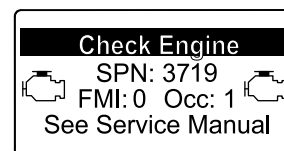

Bild 52
- Wenn eine Wiederherstellung-Regenerierung erforderlich ist, wird im InfoCenter die Motorwarnung SPN 3719, FMI 16 (Bild 52) angezeigt, und der Computer verringert die Motorleistung auf 85 %.